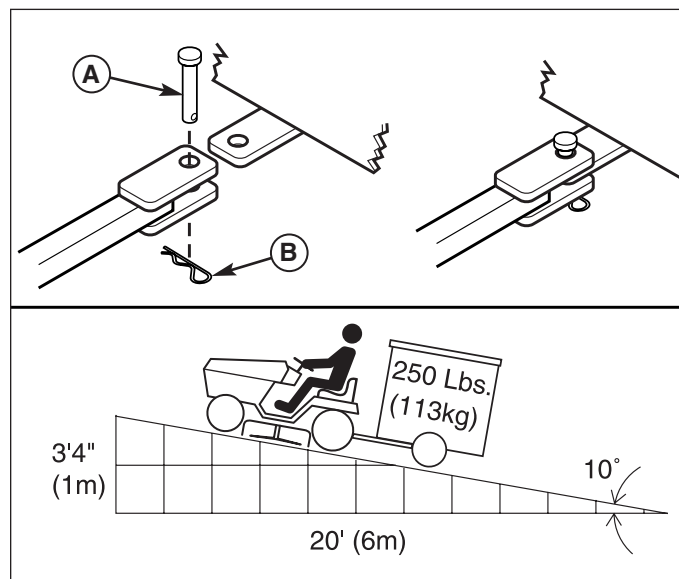

Figura 11. Pesì consigliati per il rimorchio
La forza massima della barra di traino orizzontale consentita è 280 Newton. Quella verticale è 160 Newton. Questo equivale ad un rimorchio di 113 kg (250 libbre) su una collina con dislivello di 10 gradi. Fissare il rimorchio con un perno con testa di dimensioni giuste (A, Figura 11) e morsetto (B).